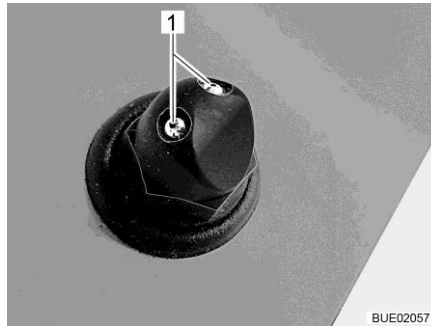

Fig. 50 Ugelli lavavetro (variante 1)
- Servendosi di un oggetto appuntito, regolare gli ugelli lavavetro (Fig. 50,1) fino a raggiungere la posizione desiderata.